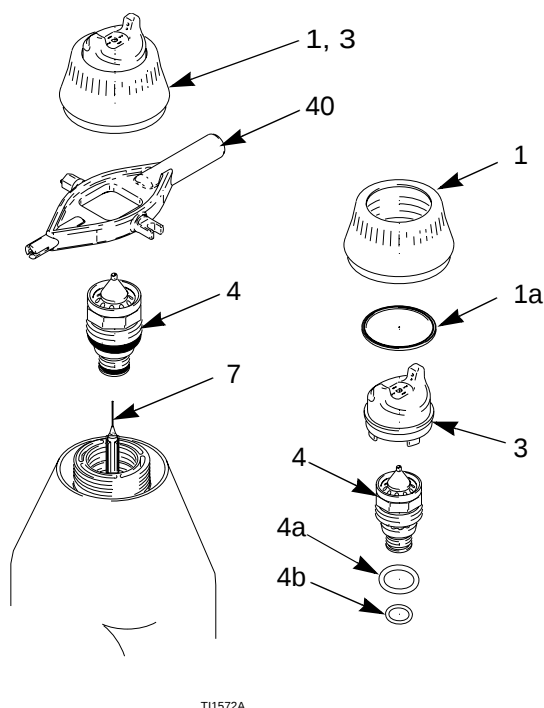

Fig. 21. Byte av uftmunstycke/munstycke
2. Ta bort hållarringen (1) och luftmunstycket (3). Se Fig. 21.
3. Rikta framänden på pistolen uppåt medan sprutmunstycket (4) tas bort med kombinationsverktyget (40).